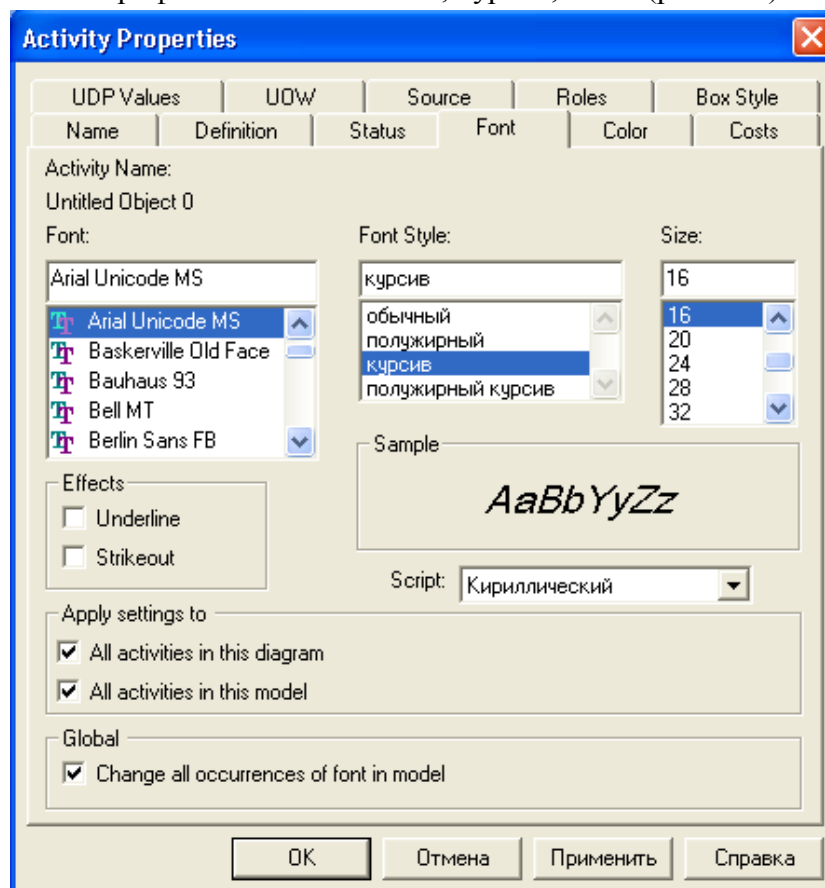

Рис. 1.9. Вкладка Font диалога Activity Properties
6. Установите шрифт **Arial Unicode MS**, курсив, 16 пт (рис. 1.9.).